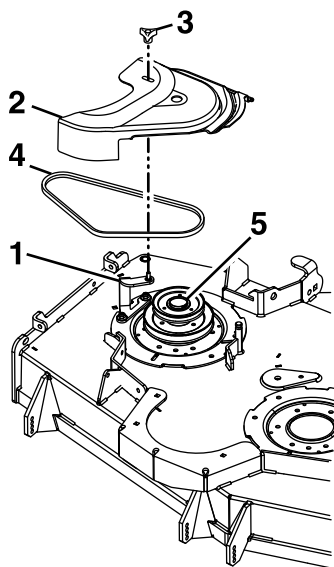

Figura 24
7. Retire el pomo del soporte de la cubierta de la correa y retire la cubierta de la correa (Figura 24).